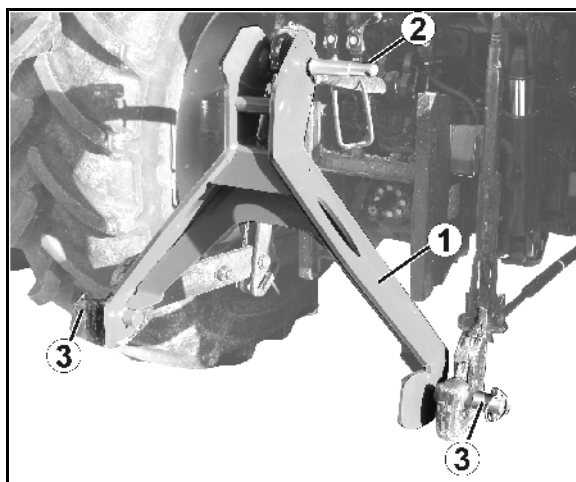

Fig. 53
Lynkoblingssystemet (Fig. 53/1)
- Brug koblingstrekantens topstangsbolt (Fig. 53/2), udstyr den med kuglesæde, og sørg for at sikre den med klapsplit.
- Udstyr liftarmsboltene med kuglesæder, skub afstandsbøsninger (Fig. 53/3) på, og sørg for at sikre dem med klapsplit.